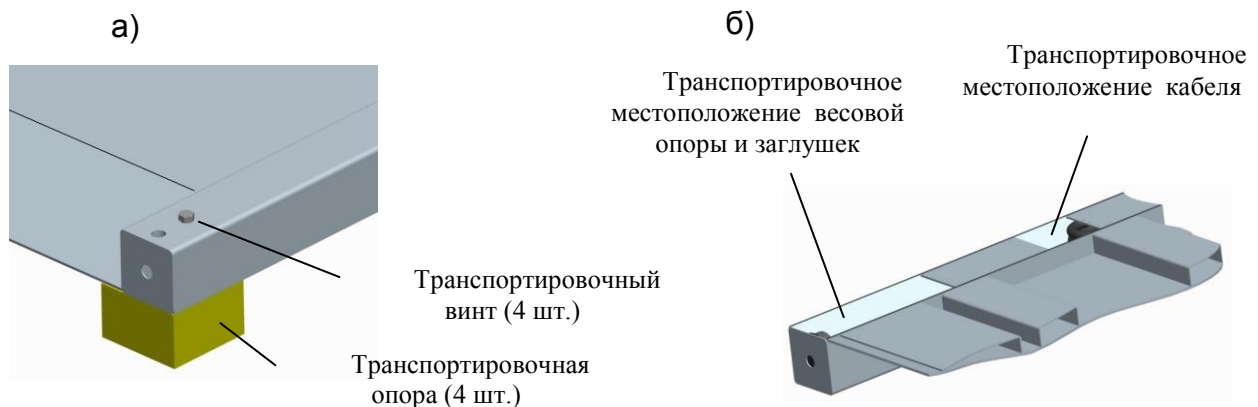

Рис. 6.2 - Распаковка модуля
- 6.2.1 Распакуйте модуль. Вывинтите транспортировочные винты, удалите транспортировочные опоры (Рис. 6.2а).
- 6.2.2 Переверните модуль. Извлеките из модуля весовые опоры, заглушки и кабель (Рис. 6.2б). Вкрутите весовые опоры в весоизмерительные датчики.